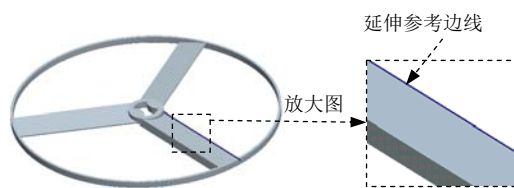

图 5.12 延伸参考边线
- (1) 选取图 5.12 所示的复制曲面的边线。
- (2) 单击 **分型面** 功能选项卡 **编辑** 区域中的 **延伸** 按钮，此时系统弹出 **延伸** 操控板。
- (3) 选取延伸的终止面。在操控板中按下 **终止面** 按钮。选取 ADTM1 基准平面为延伸的终止面。
- (4) 在“延伸”操控板中单击 **确定** 按钮，完成延伸曲面的创建。